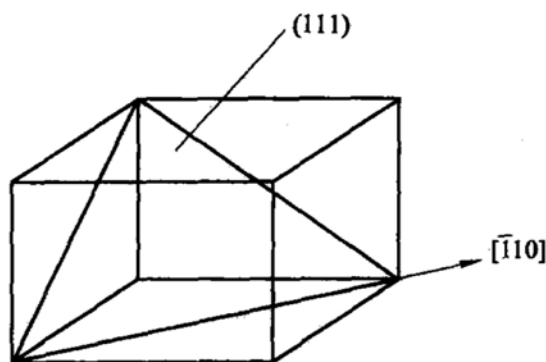

图 11-3 第三题第 4 小题解答图
4. γ 为 FCC 结构,其密排方向、密排面、致密度、配位数、晶胞中原子数分别为 $\langle 110 \rangle$ 、 $\{111\}$ 、0.74、12 和 4;通常情况下的滑移系为 $\{111\} \langle 110 \rangle$,其中一个滑移系为 $(111) [\bar{1}10]$,指数如图 11-3 所示。